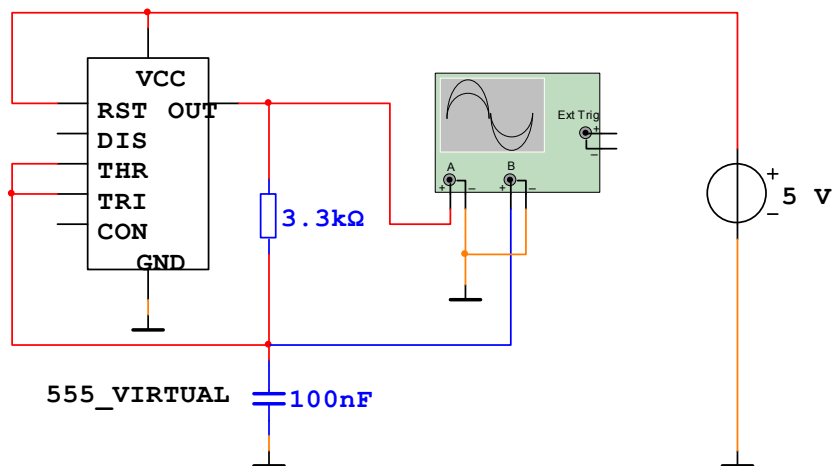

Рис.13.2
13.2.3. Для исследования простейшего генератора импульсов на интегральном таймере NE555 соберите схему, изображенную на рис. 13.2.